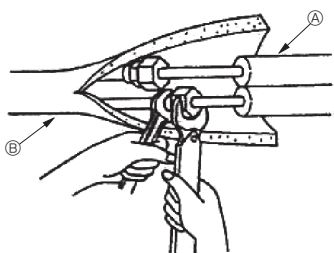

Fig. 4-4
4.4. Трубы хладагента (Fig. 4-4)